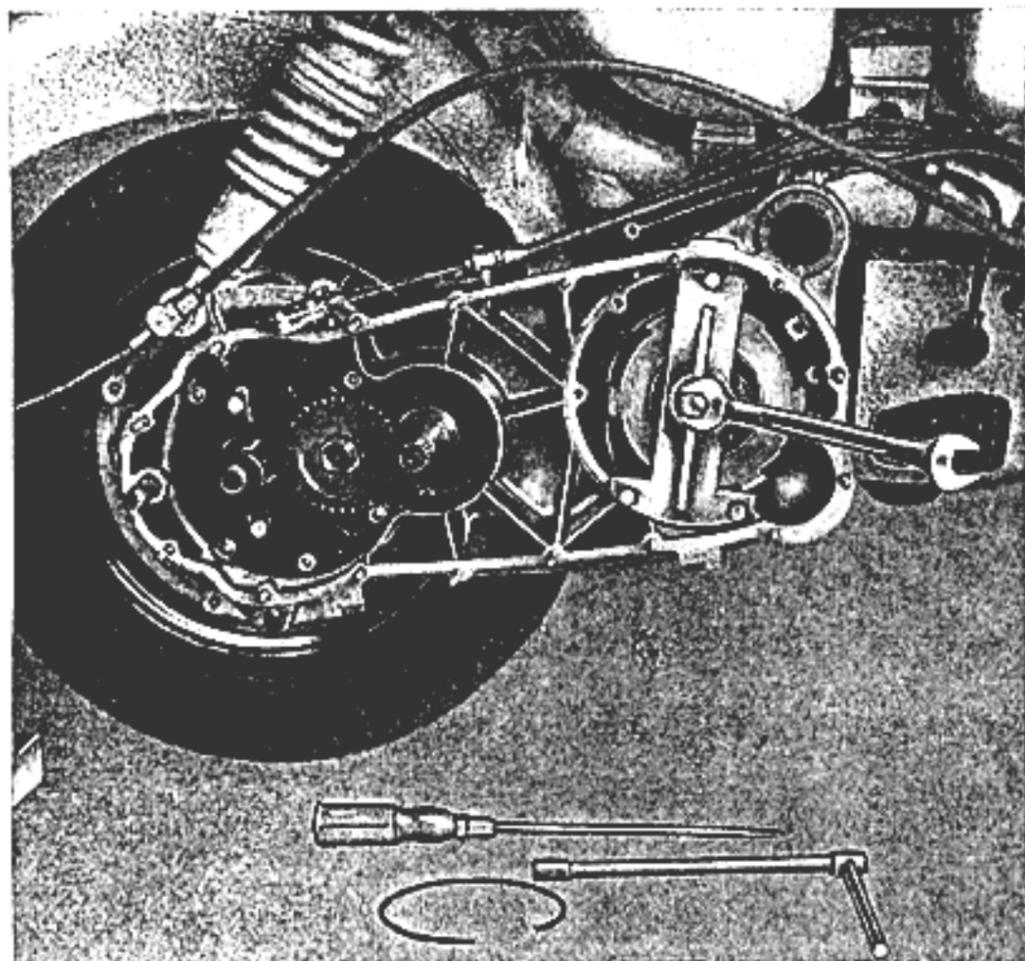
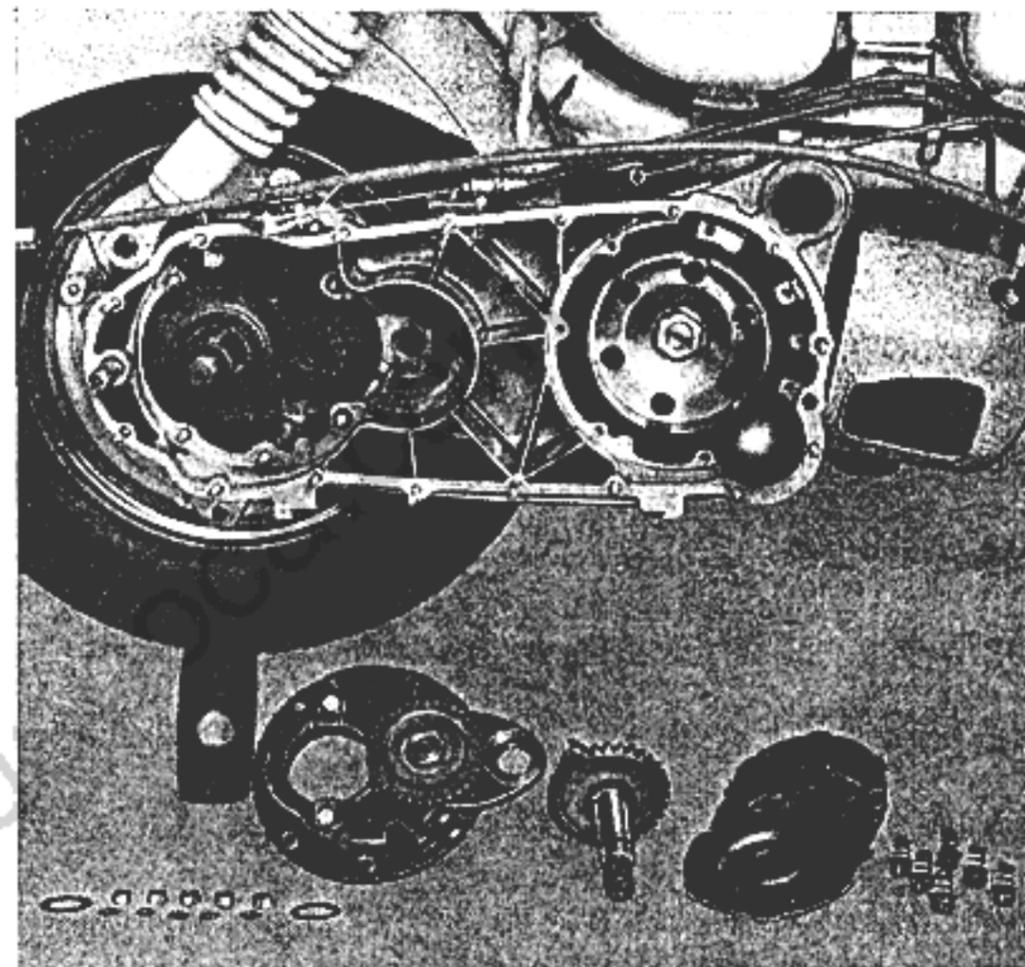

Fig. 7
Fig. 8
- op. 14 - Smontare la frizione: applicare l'attrezzo numero 56686 per caricare le molle della frizione, liberare l'anello elastico aiutandosi con un cacciavite (vedi fig. 7), smontare l'attrezzo, sfilare i dischi dalla campana, togliere le molle e gli scodellini. Vedi fig. 8.
- op. 15 - Smontare la flangia supporto albero primario e secondario: svitare i 5 dadi che fissano la flangia (chiave da 11) ed estrarla, eventualmente servendosi dei fori filettati di estrazione, (usare come estrattori due viti $\varnothing 8$ - passo 1,25) insieme alla barra di trasmissione per albero primario e all'ingranaggio condotto sul primario; sfilare l'alberino trasmissione e avviamento. Vedi fig. 8.